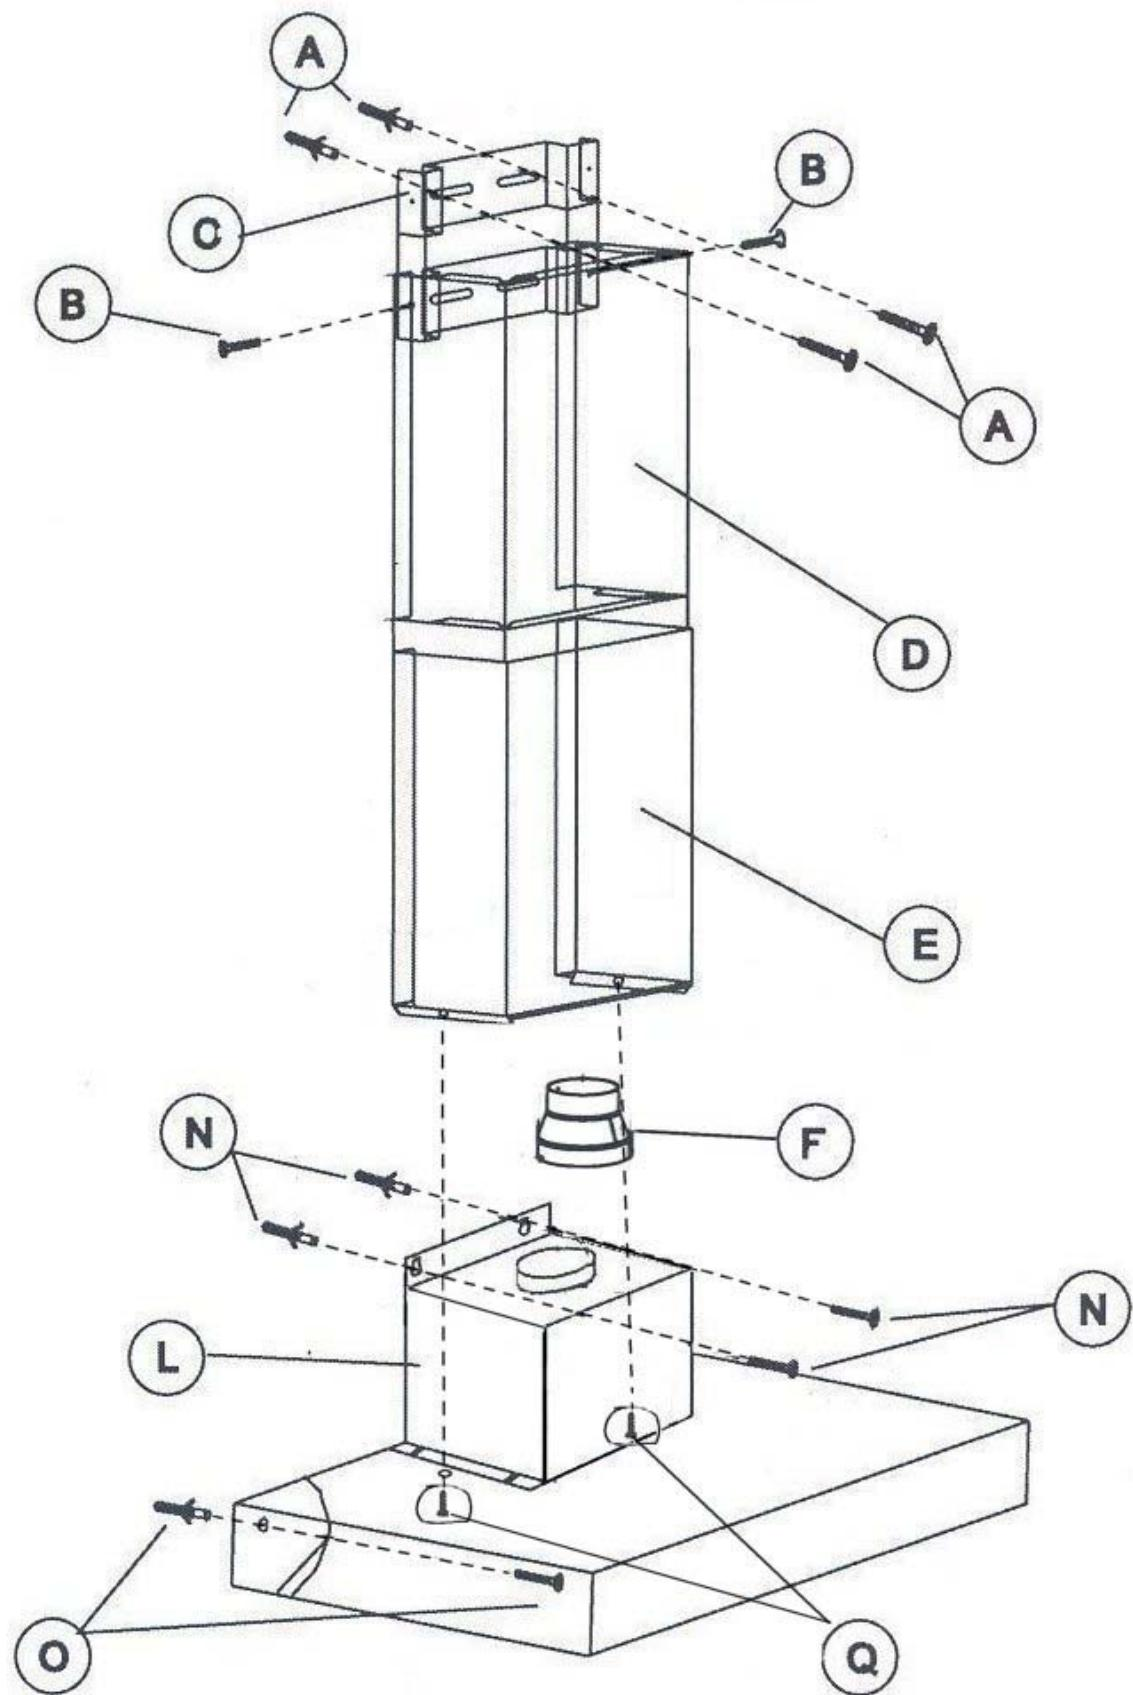

Fig.3
N.B. Tali distanze sono comunque soggette alle normative in materia di sicurezza in vigore nei vari paesi. Prima di forare il muro assicurarsi che non venga danneggiata nessuna tubazione. In caso di assenza di una tubazione di scarico all'esterno per la versione aspirante, dovrà essere praticata una uscita aria sul muro di diametro Ø 160mm, in caso si usasse la riduzione flangia (Fig.3/F) si deve praticare un foro di diametro 130mm. Assicurarsi che la parete supporti il peso della cappa (peso di circa 30Kg). La confezione viti è adatta per il fissaggio su cemento armato, mattoni e pignatta.
- 3) Preparare i fori sul muro per il fissaggio dell'assieme motore - cappa (fig 3/N), alla giusta distanza dal piano di cottura come in allegato, dopodiché appendere la cappa al muro.
- 4) Per una corretta installazione la cappa è provvista (nella parte posteriore della scocca) di uno o due fori Ø8 mm, dove vanno inserite una o due viti di bloccaggio a muro con tasselli (fig.3/O)
- 1) Fissare la staffa al muro (fig. 3/C) in base all'altezza desiderata dei tubi, tramite le due viti con tassello (fig.3/A)
- 2) Fissare il tubo corto (fig 3/D) alla staffa tramite le due viti (fig.3/B).
- 3) Applicare dal davanti il tubo lungo (fig.3/E) allargando leggermente le due facce laterali
- 4) Fissare il tubo lungo alla cappa tramite le due viti (fig 3/Q) dopo aver inserito i dadi in gabbia.